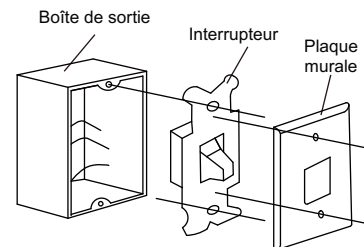

Fig. 29
**Étape 1.** Retirez la plaque murale existante et l'ancien commutateur de la boîte de sortie murale. Débranchez les fils. (Fig. 29)